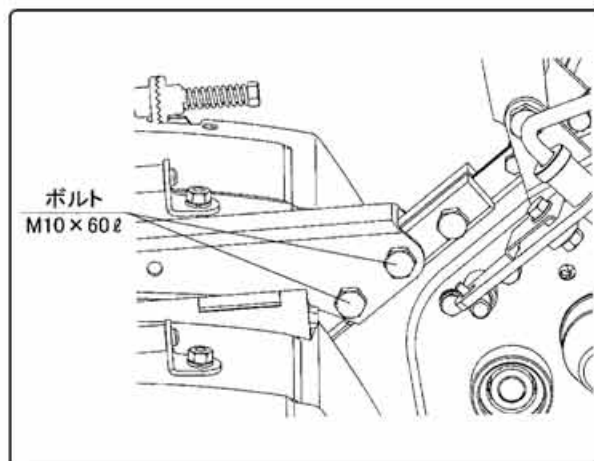

図54
- ①ビーム取付ボルト2本 (M10×60ℓ) のナットをゆるめてください。(図54)